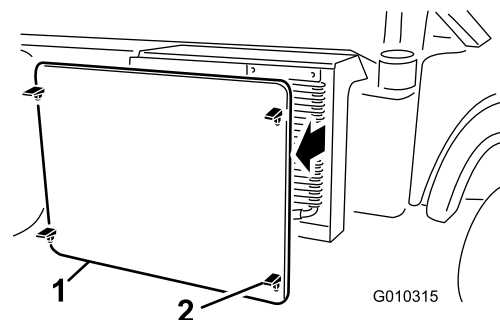

Bild 68
5. Lösen und entfernen Sie das Kühlergitter vorne am Kühler (Bild 68).